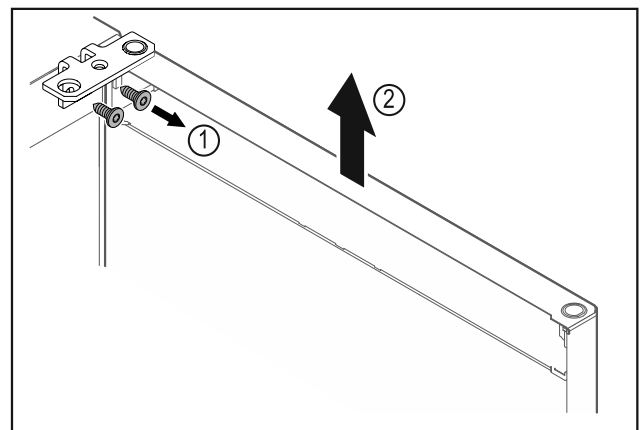

Fig. 9
- ▶ Scharnierwinkel Fig. 9 (1) abschrauben.
- ▶ Tür inklusive Scharnierwinkel Fig. 9 (2) circa 200 mm gerade nach oben heben und abnehmen.